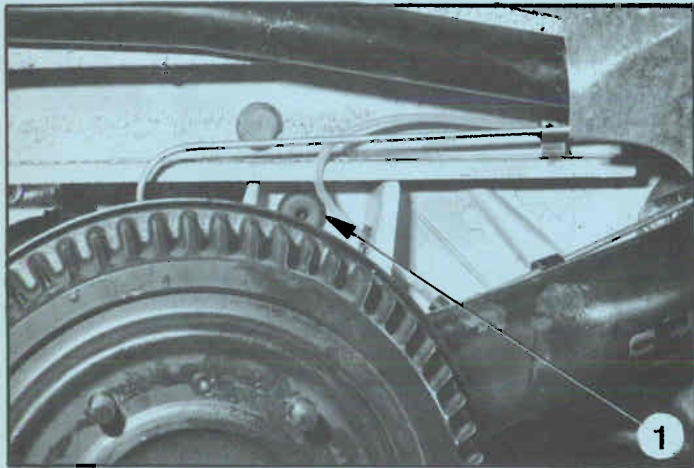

Fig. 24
17. De achterveercilinder-steunen links en rechts (afb. 24)
- Verwijder de doppen (1) op de veercilinder-steunen en spuit door de aldus vrijgemaakte gaten.